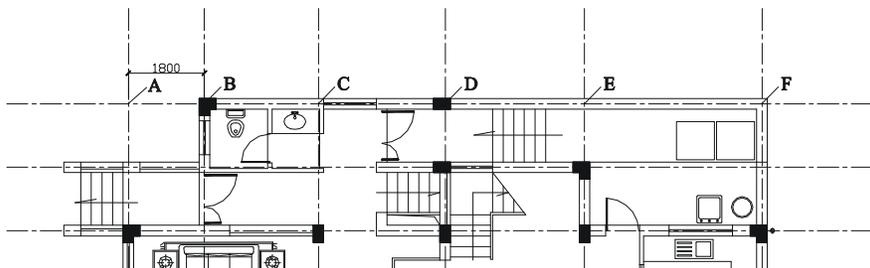
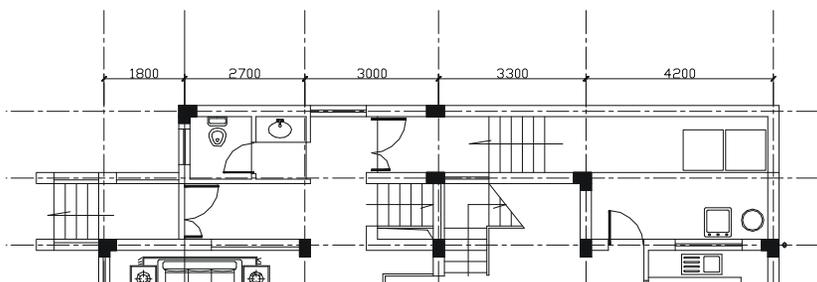

图 9-1-66
图 9-1-67
**STEP 06** 单击如图 9-1-65 所示的“标注”工具栏上的“线性标注”按钮, 分别单击中轴线的交点如图 9-1-66 所示的点 A、B，并移动鼠标，将尺寸线调整到相应的位置并单击，得到标注 1800。
**STEP 07** 单击如图 9-1-65 所示的“标注”工具栏上的“连续标注”按钮, 分别单击中轴线的交点如图 9-1-66 所示的点 C、D、E、F，得到如图 9-1-67 所示的标注。